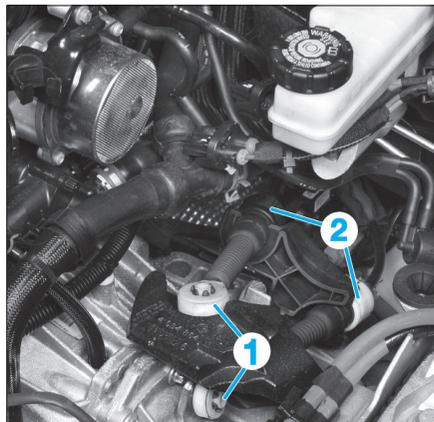

FIG. 10
- Dégrafer les câbles de sélection situés sur la boîte de vitesses en agissant sur les rotules (1) à l'aide d'une clé plate puis tirer les câbles de leur arrêt de gaine (2) (Fig.10).